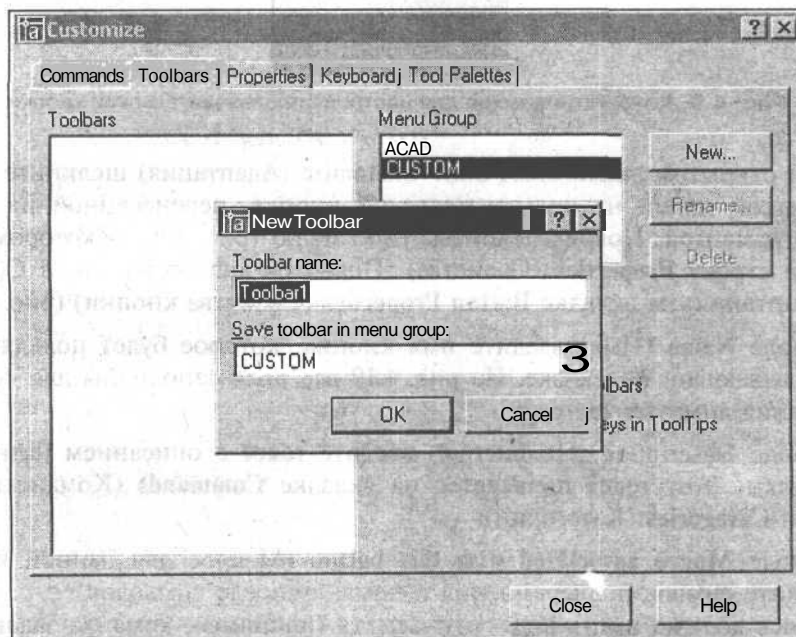

Рис. 4.8. Диалоговое окно **New Toolbar**
3. Щелкните мышью на кнопке **New** (Создать). Появится диалоговое окно **New Toolbar** (Новая панель) (рис. 4.8).